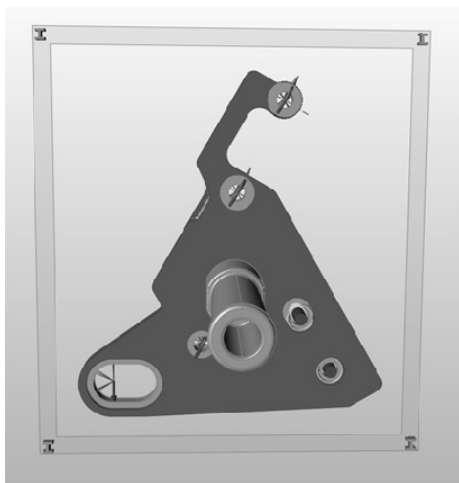

图 7-9
5) 该制动载荷工况中引用的力和固定约束将显示在模型视窗中，如图 7-9 所示。该工况中显示的力会在启动制动踏板时施加到托架上。注意：有的力同时施加在制动踏板和托架连接处和连接主缸的托架顶部。